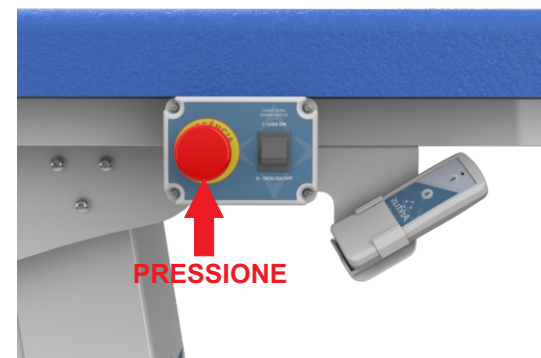

Figura 14
- 3 - Ambas as chaves de segurança funcionam da mesma maneira e para acionar qualquer uma delas basta pressioná-las de acordo com a **Figura 14** disposta ao lado;